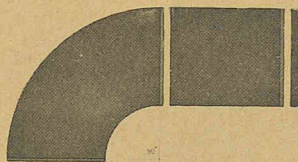

Fig. 3. — Plateaux du système Round Office.
- les plateaux (fig. 3), qui se fixent aisément et solidement au piétement et peuvent être combinés au gré des besoins. Ils permettent notamment de placer de façon adéquate claviers et écrans d'ordinateurs,